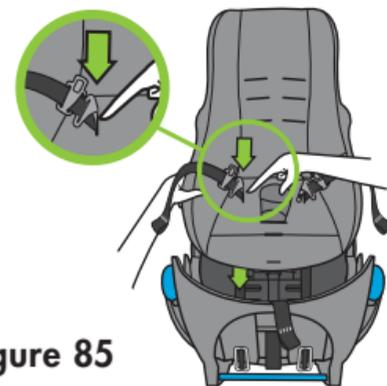

Figure 85
- Poussez la languette de la boucle vers le bas à travers l'ouverture de la sangle de hanche dans la housse et la coque intérieure du porte-bébé, comme indiqué dans la **Figure 85**.